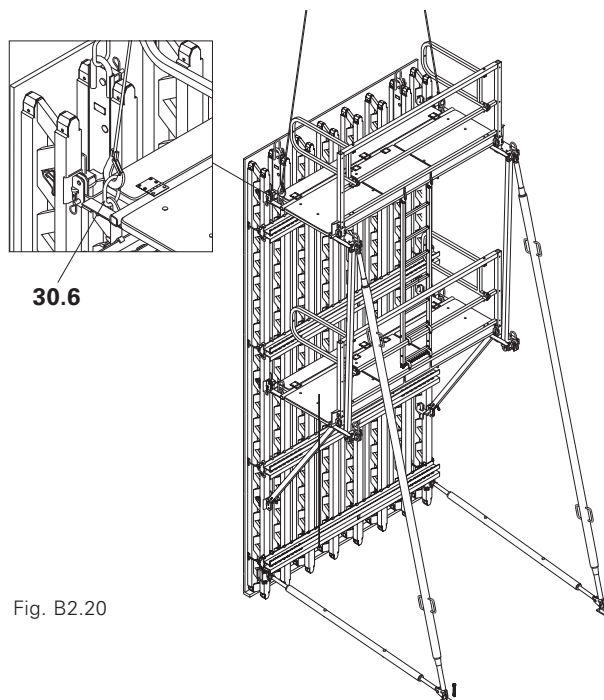

Fig. B2.20
1. Ligar a grua aos olhais de suspensão (30.6) da plataforma e posicionar ou movimentar o módulo de cofragem. (Fig. B2.20)
2. Fixar o módulo de cofragem, por exemplo com parafusos de ancoragem PERI 14/20 x 130 ou equivalente. (Fig. B2.20)